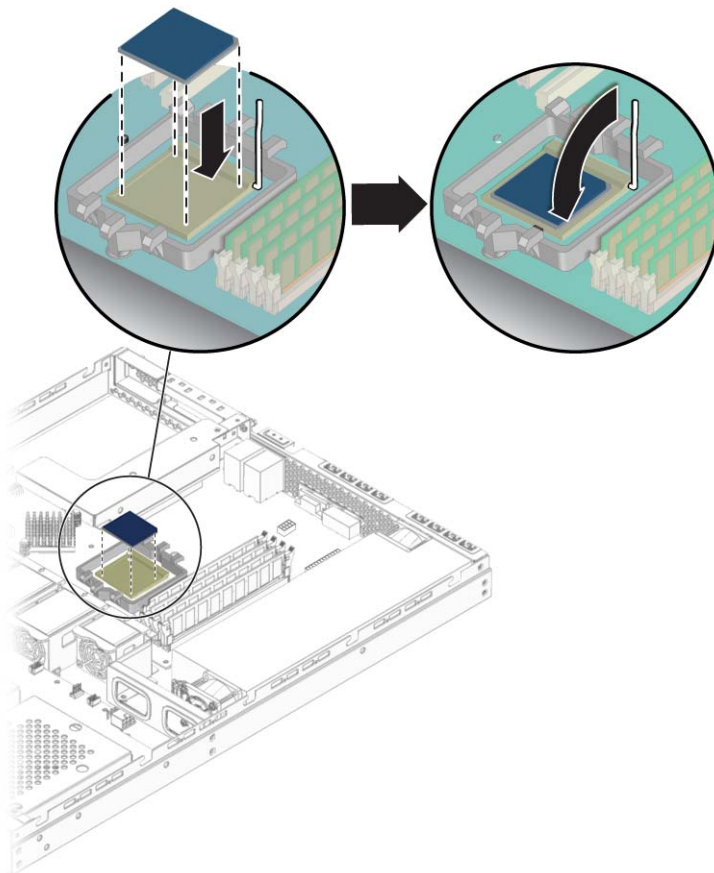

ABBILDUNG 4-33 Einbauen der CPU
2. Vergewissern Sie sich, dass sich der Feststellhebel in der senkrechten Position befindet (siehe ABBILDUNG 4-33).